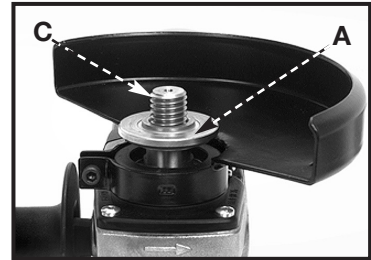

Fig. 5
3. Posicione la pestaña interior (A), Fig. 5, sobre el husillo (C), con el cubo redondo orientado hacia afuera, de manera que se aleje de la máquina. Gire la pestaña hasta que caiga en su sitio en el husillo.